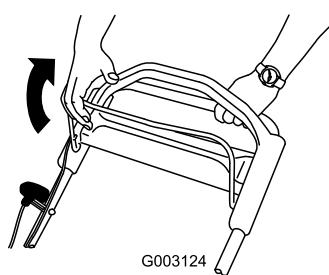

Figura 21
2. Tirate la barra di comando della lama verso la stegola (Figura 21).